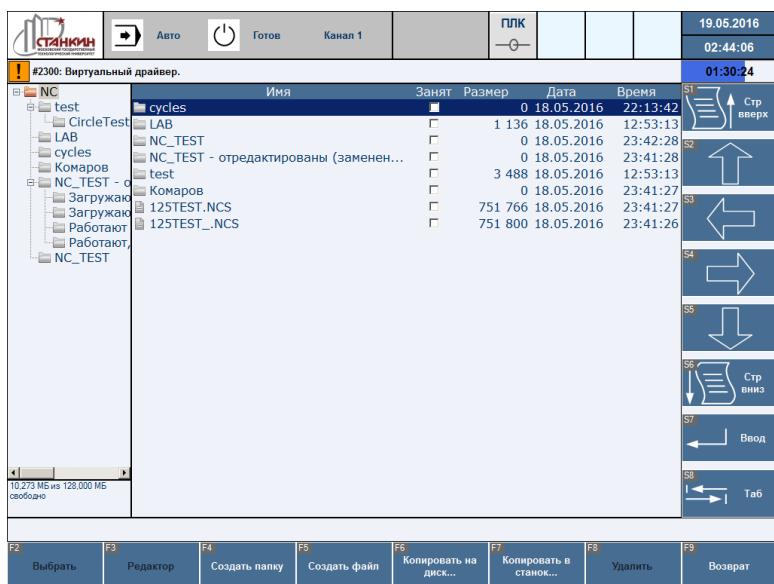

Рисунок 75 – Отображение загруженных файлов управляющих программ
- По окончании загрузки файлы управляющих программ доступны для работы с ними (Рисунок 75):